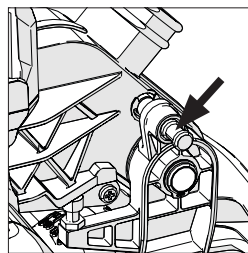

Fig. 15
- Accertarsi che la testa da taglio sia nella posizione di blocco bassa con il perno di bloccaggio completamente inserito nel proprio alloggiamento (vedere Fig. 15).
- Accertarsi che la testa da taglio sia nella posizione di blocco bassa con il perno di bloccaggio completamente inserito nel proprio alloggiamento (**Fig. 15**).
- Estrarre il perno di bloccaggio della testa (Fig. 15) permettendole di sollevarsi nella propria posizione elevata.